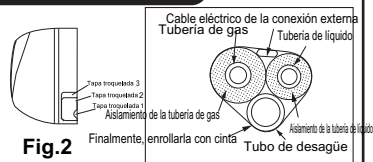

Fig.2
1. Cuando enrute las tuberías y los cables por el lado izquierdo o derecho de la unidad interior corte las tapas troqueladas de la carcasa si es necesario (como se indica en la Fig.2).